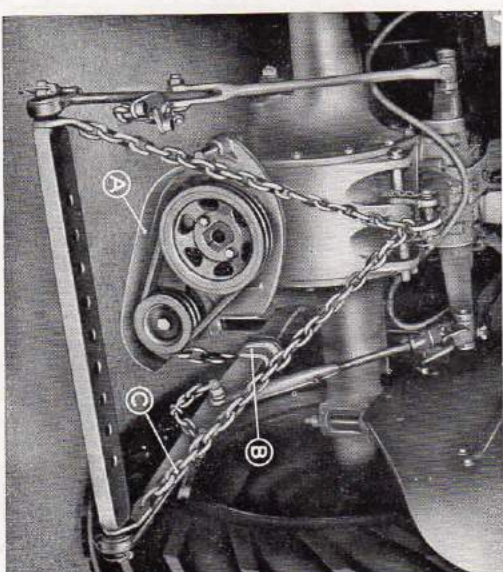

Fig. 7
- 7° Placer le protecteur arrière (fig. 7) sur le support arrière en engageant d'abord la partie gauche. Maintenir en position au moyen des goupilles.
- 8° Baisser les bras de relevage. Placer la chape de relevage (B) (faire attention à ne pas vriller la chaîne) sur le bras à l'aplomb du levier de relevage de la faucheuse, les vis vers le pneu. Serrer modérément. Monter la barre d'attelage Ferguson à trous et la chaîne double de retenue (C). Mettre la vis télescopique au niveau du repère